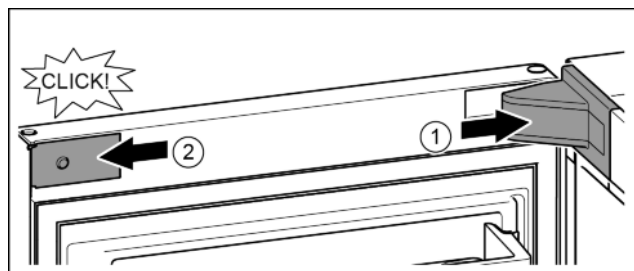

Fig. 24
- Nasadíte a zaklapnete kryt stojanu ložiska, příp. opatrně přitlačte od sebe. Fig. 24 (1)
- Z boku nasadíte záslepku a zaklapnete. Fig. 24 (2)